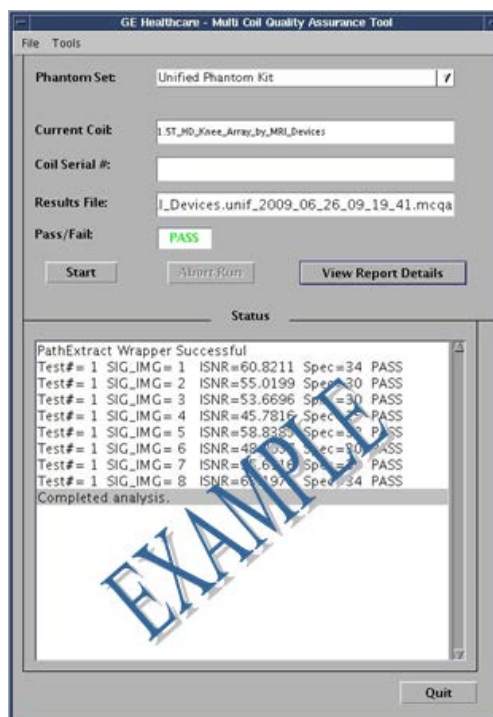

**Figura 5**
**Nota:** La ventana de estado de la interfaz de la herramienta MCQA se actualizará continuamente para ofrecer información sobre lo que está haciendo la herramienta en cada momento. Aparecerá una barra de tiempo (Figura 5) indicando el tiempo total aproximado de la prueba, el tiempo que ha transcurrido y el porcentaje completado.